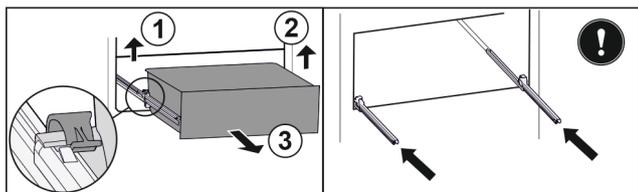

Fig. 36
- ▶ Soulever la bride gauche et tirer dans le même temps la partie gauche du tiroir vers l'avant. Fig. 36 (1)
- ▶ Soulever la bride droite et tirer dans le même temps la partie droite du tiroir vers l'avant. Fig. 36 (2)
- ▶ Retirer le tiroir par l'avant. Fig. 36 (3)